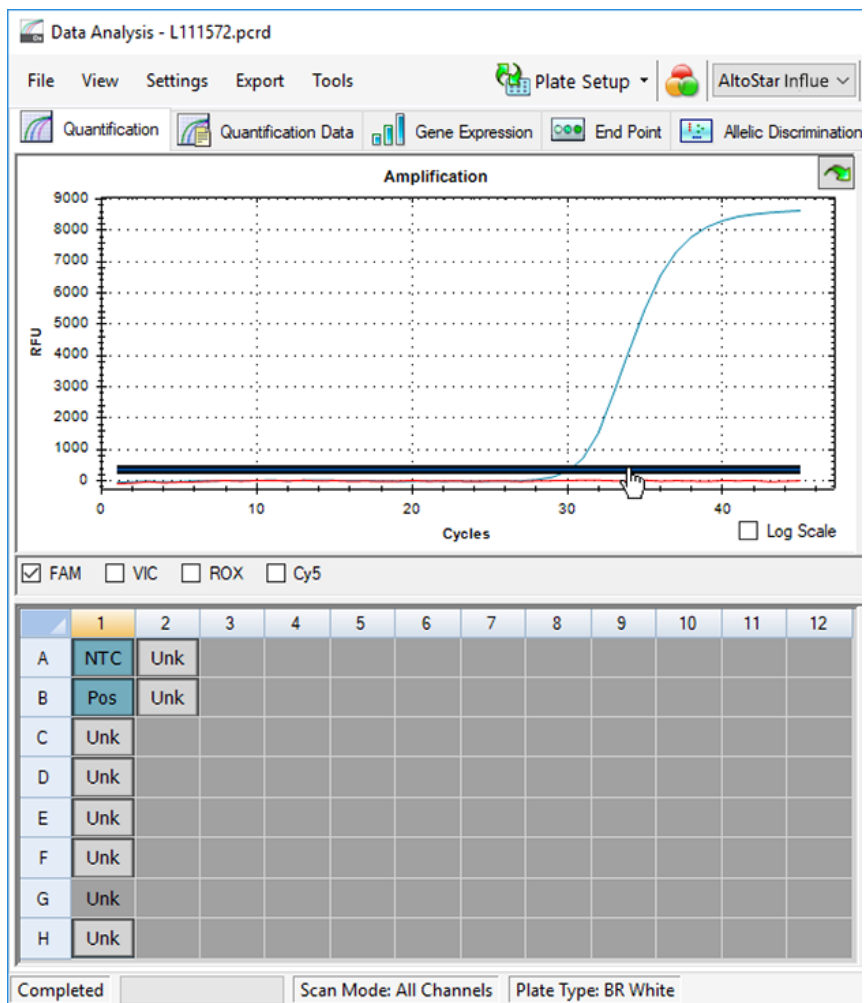

Figura 10: Janela Data Analysis (Análise de Dados): definição do limiar FAM™
5. Do lado esquerdo da janela Data Analysis (Análise de Dados), anule a seleção da caixa de verificação **VIC** e assinale a caixa de verificação **FAM** para o canal de deteção do alvo de vírus da gripe A (consulte a figura 10).
6. Selecione apenas os poços que contêm NTC e os PC na vista da placa da janela Data Analysis (Análise de Dados) (consulte a figura 10).
7. Arraste o limiar bem acima do sinal de NTC para a área exponencial do sinal do PC (consulte a figura 10).